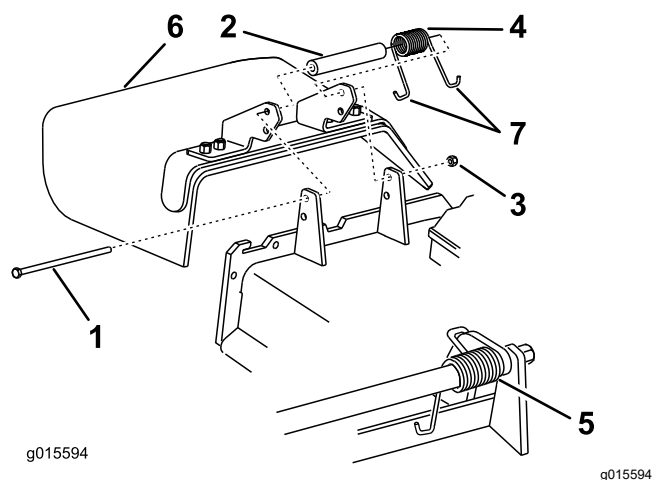

Figura 92
1. Îndepărtați contrapiulia, urubul, arcul și distanțierul care fixează deflectorul pe suporturile pivotante (Figura 92).
2. Îndepărtați deflectorul pentru iarbă deteriorat sau uzat (Figura 92).
Notă: Asigurați-vă că ai montat capătul în formă de J în spatele marginii punii, înainte de a monta urubul conform Figura 92.
6. Amplasați capătul în formă de J al arcului în jurul deflectorului pentru iarbă (Figura 92).